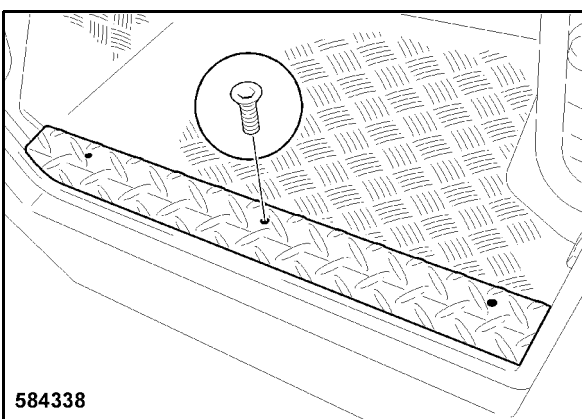

fig. 209
Installer la tôle du marchepied 1 (fig. 209) et serrer les trois vis de fixation (2).